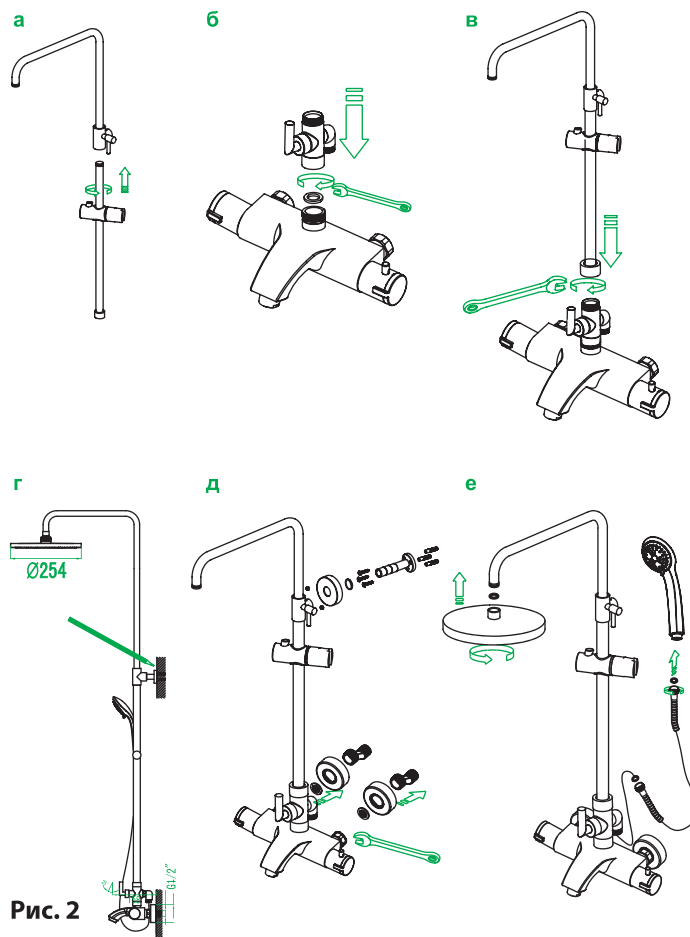

Рис. 2
- Отключите систему холодного и горячего водоснабжения. Винтите эксцентрические переходники (см. рис. 2) в выходы трубопроводов системы водоснабжения, предварительно уплотнив резьбовую часть изоляционным материалом. Подберите положение эксцентрических переходников, при котором они совпадут и будут соответствовать присоединительному положению смесителя. При этом положение смесителя должно быть горизонтальным.
- Установите штангу для душа (рис. 2). Отметьте места крепления и зафиксируйте штангу с помощью входящего в комплект крепежа.